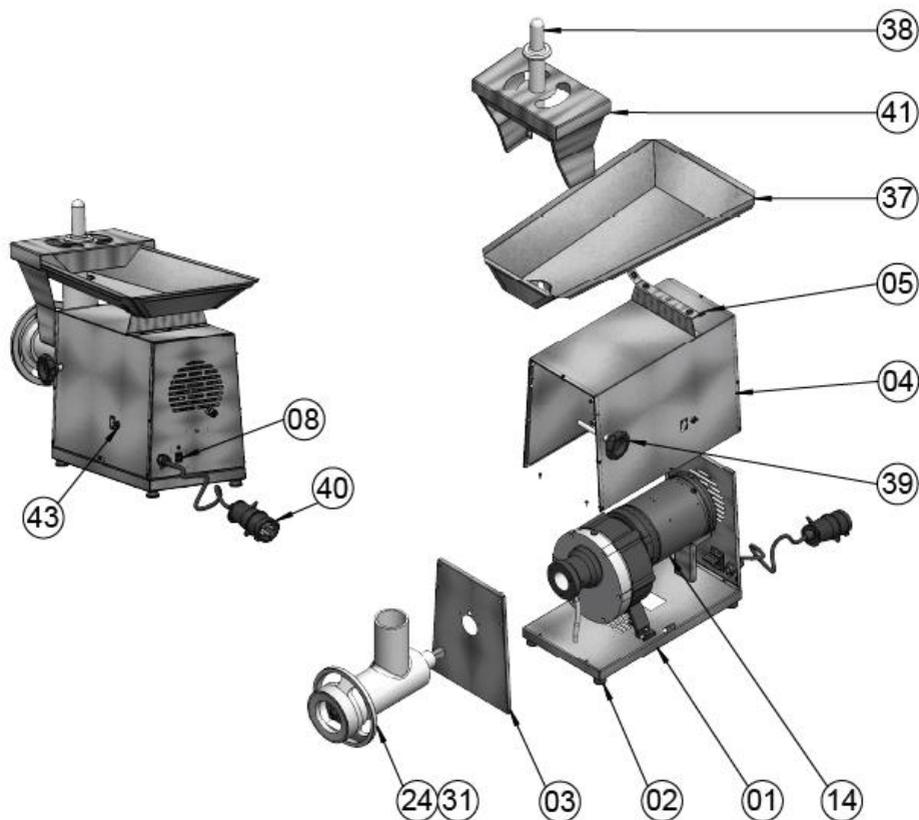
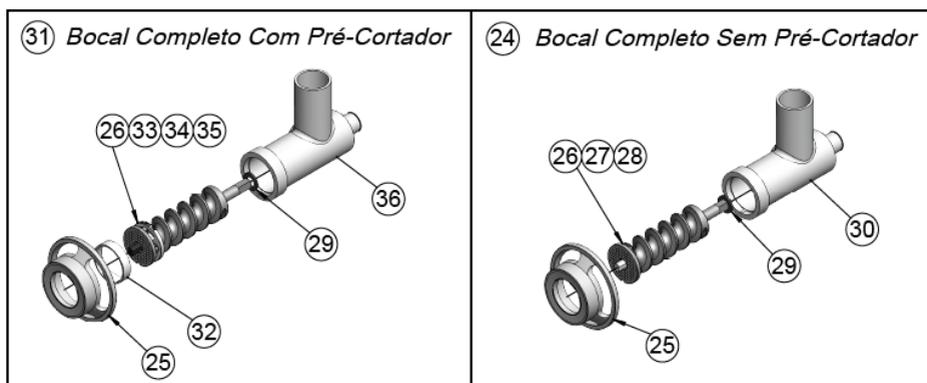

Fig. 1 – Componentes de reposição
Fig. 4 – Componentes de reposição – Bocal Completo
- ✚ Para empurrar a carne no BOCAL (Fig. 4, nº 30/36), utilize apenas o *SOQUETE* (Fig. 1, nº 38), nunca utilize qualquer outro instrumento para auxiliar a colocação de carne no bocal.
Quando montar o *BOCAL COMPLETO*, não aperte demasiadamente o *VOLANTE* (Fig. 4, nº 25), desta forma evita-se o travamento ou a quebra dos componentes internos.
Sempre que utilizar o equipamento, certifique-se que a *ARRUELA* (Fig. 4, nº 29) está posicionada de forma correta no Eixo do *CARACOL* (Fig. 4, nº 28/35), evitando atrito entre as partes de ferro ao introduzir o *CARACOL* no *BOCAL*. A utilização incorreta poderá gerar danos às engrenagens, *FACA/CRUZETA*, *DISCO/PENEIRA* e no equipamento em geral.
Tenha certeza que a montagem dos componentes do *BOCAL COMPLETO*, esteja na sequência correta, conforme item 24/31, Fig. 4.
1. Antes de utilizar o equipamento, devem-se lavar todas as partes que entram em contato com o produto a ser processado, com água e sabão neutro (leia o item 3.4);
2. Coloque os pedaços de carne sobre a *BANDEJA INOX* (Fig. 1, nº 37) e leve os mesmos com a mão até a entrada da boca de alimentação do Moedor. Com a utilização do *SOQUETE* empurre para baixo até o momento que for puxado pela Rosca-sem-fim do *CARACOL* (Fig. 4, nº 28/35).
1. Este equipamento possui um Anteparo de Segurança (Fig. 1, nº 41) que impossibilita o acesso dos membros superiores no contato do Eixo Caracol (Fig. 4, nº 28/35), garantido maior segurança do usuário.
2. Na montagem do Bocal Completo (Fig. 4, nº 24/31) o Disco/ Peneira (Fig. 4, nº 26) é fixo no Eixo Caracol, o que impossibilita o usuário de tocar na Faca/ Cruzeta (Fig. 4, nº 27/33) e no próprio Eixo sem que o conjunto esteja devidamente desmontado.
- ✚ *BOCAL COMPLETO* (Fig. 4, nº 24/31)
- ✚ *VOLANTE* (Fig. 4, nº 25)
- ✚ *DISCO/PENEIRA* (Fig. 4, nº 26)
- ✚ *FACA/CRUZETA* (Fig. 4, nº 27/33)
- ✚ *CARACOL* (Fig. 4, nº 28/35)
- ✚ *BOCAL* (Fig. 4, nº 30/36)